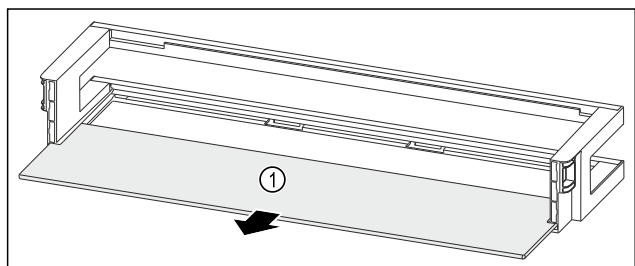

Fig. 140 Türabsteller mit Abstellfläche
- Abstellfläche Fig. 140 (1) entnehmen.